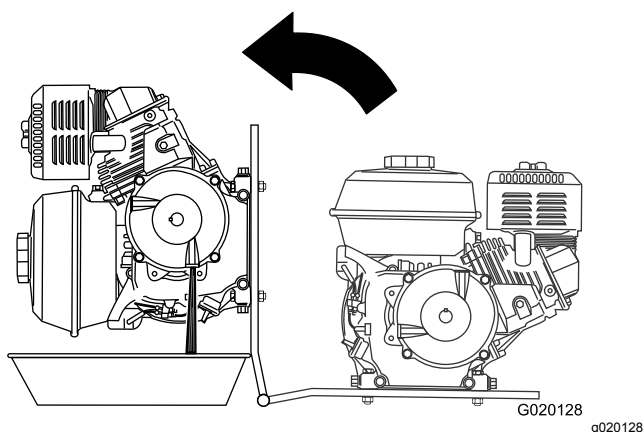

Figura 61
8. Coloque un recipiente junto a la bisagra de la chapa del motor (Figura 61).
9. Gire el motor sobre la bisagra de la chapa del motor, y vacíe el aceite de la caja reductora (Figura 61).